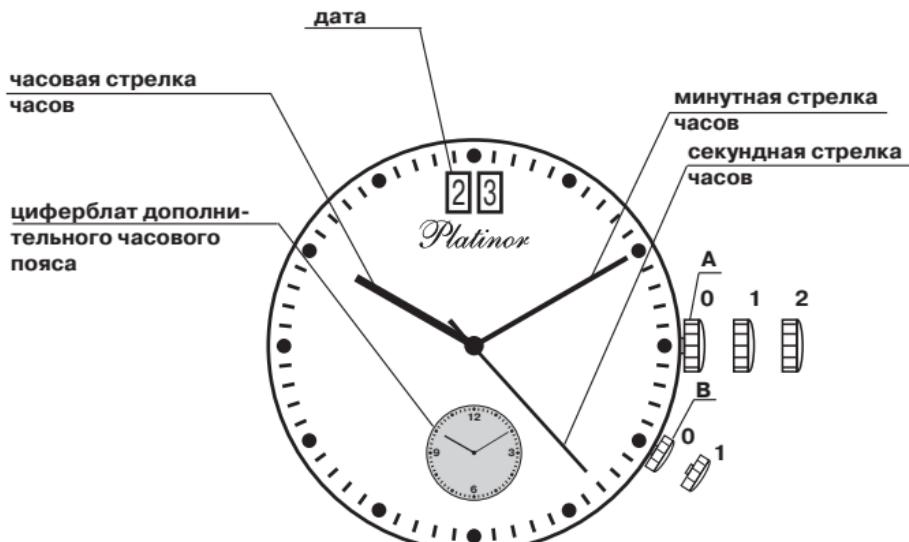

Рис. 13
- Выдвинуть заводную головку "A" в положение 2 (здесь и далее – рис.13).